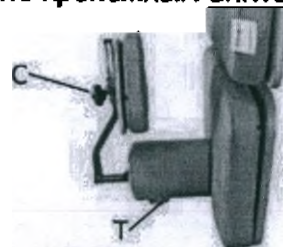

Рис.112
14)Регулировка положения секции для бедер (при наличии) (рис.112). Секция для бедер при помощи кронштейна устанавливается на абдуктор в специальное крепление. Для регулировки секции по высоте - ослабить винт-барашек (С), изменить положение секции по высоте, зафиксировать. Регулировка упора для таза по высоте (при наличии) – аналогична. Для регулировки секции по глубине относительно ложа - ослабить винт - барашек (Т), переместить кронштейн вперед-назад внутри крепления абдуктора, выбранное положение зафиксировать винтом (Т).